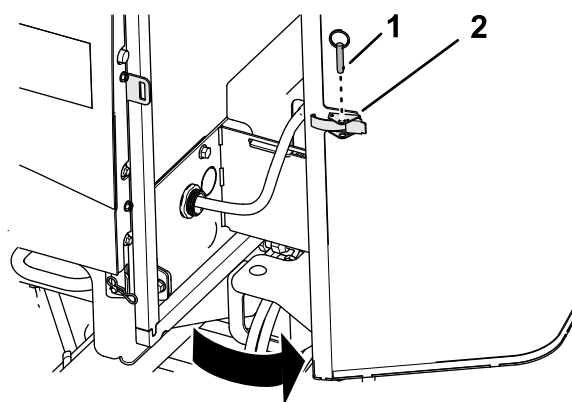

Figura 102
1. Îndepărtați urubul cu cap sferic de clichetul ecranului (Figura 102).